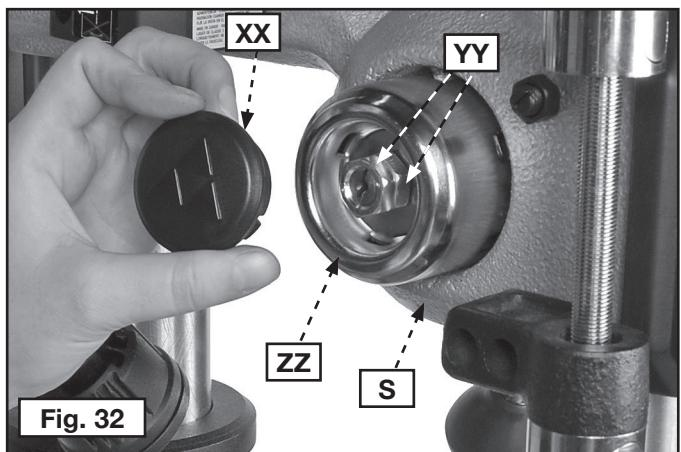
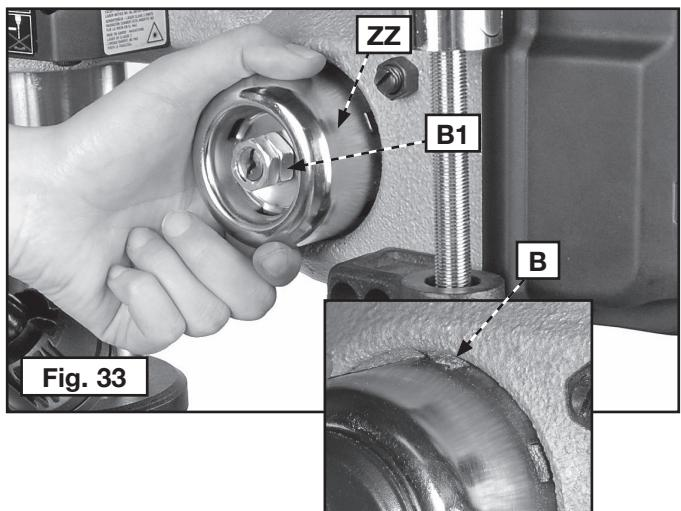

Fig. 32
Fig. 33
1. Retire la tapa de plástico (XX) Fig. 32.
2. Afloje las tuercas (YY) pero no las quite. Verifique que la caja del muelle (ZZ) permanezca fijada al cuerpo del cabezal (S).
3. Al tiempo que sujetas firmemente la caja del muelle (Fig. 33), tire de ella y gírela (en dirección contraria a las manillas del reloj para aumentar, o en la dirección de las manillas del reloj para disminuir) hasta que sienta (B) que engancha con la siguiente muesca de la caja. Ajuste las dos tuercas (YY) Fig. 32 para fijar la caja en ese lugar.
IMPORTANTE: La tuerca interior (B1) Fig. 33 no debería entrar en contacto con la caja del muelle (ZZ) Fig. 33.